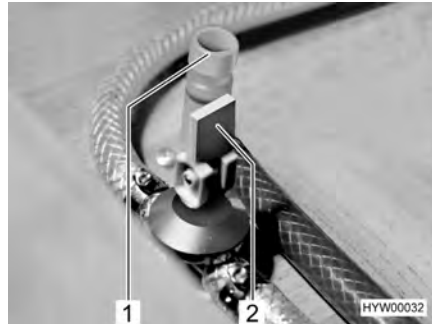

Fig. 132 Rubinetti di scarico per boiler Truma
- Chiudere tutti i rubinetti di scarico per il boiler. Posizionare la leva a bilanciere (Fig. 132,2) orizzontalmente o ruotare il tappo (Fig. 132,1) in senso orario.
- Aprire tutti i rubinetti di scarico per il boiler. Posizionare la leva a bilanciere (Fig. 132,2) verticalmente o ruotare il tappo (Fig. 132,1) in senso antiorario.